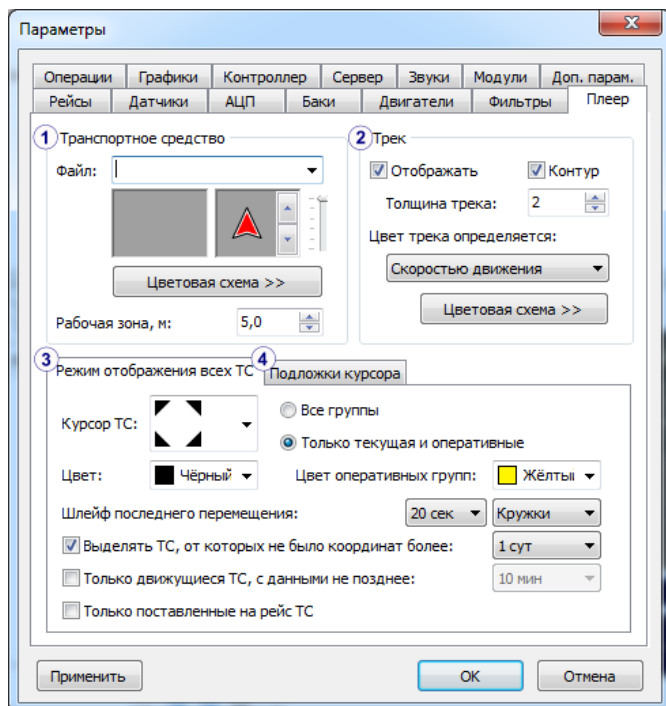

Рис.64 – Настройка плеера.
В этом меню Вы можете настроить изображение транспортного средства на карте в зависимости от различных событий (рис.64,п.1). Для каждого ТС предусмотрено наложение до 20 изображений в следующем порядке:
Настройте параметры отображения трека (рис.64,п.2).
Настройте параметры режима отображения всех ТС (рис.64,п.3).
- Перейдите на вложенную вкладку **Подложка курсора** (рис.64,п.4).